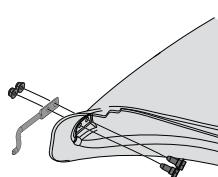

Figura 18
3. Comience a enroscar las tuercas de seguridad de la brida (712-04064) en los tornillos de cabeza hexagonal. Consulte la Figura 18.
1. Desde el interior de la bota, coloque los dos tornillos de cabeza hexagonal (738-1225) del paquete de herramientas 689-02199, a través de los orificios en la parte inferior delantera de la bota. Consulte la Figura 18.
2. Coloque la varilla de montaje (747-06309) en su lugar sobre los tornillos de cabeza hexagonal. Asegúrate de que la punta de la varilla esté hacia afuera desde la bota. Consulte la Figura 18.